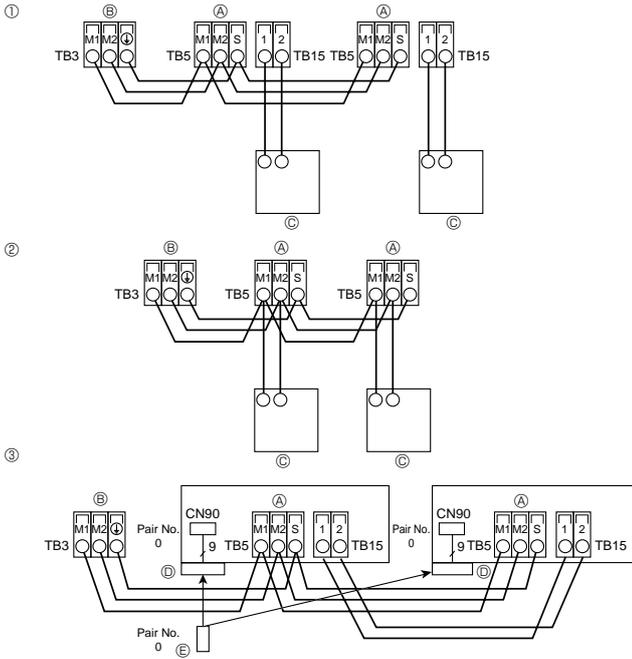

Fig. 4-3
4.4. Uzaktan kumanda ünitesi, iç ve dış iletim kablolarının bağlanması (Fig. 4-3)